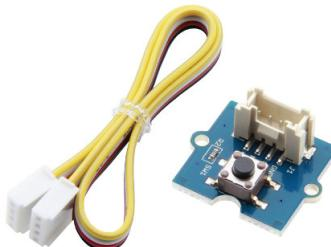

FIGURE 14 – Bouton poussoir Grove, avec son câble
►Q.46: Connecter un bouton poussoir sur l'entrée 34. Pour cela, on utilise un connecteur «GROVE», voir figure 14 page 28, dont les fils sont repérés comme ceci :